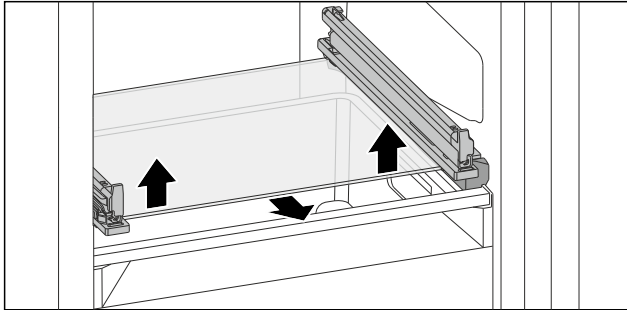

Fig. 133 Glasplatte des abklippbaren Schubfachs
- ▶ Glasplatte von unten beidseitig nach oben drücken. (siehe Fig. 133)